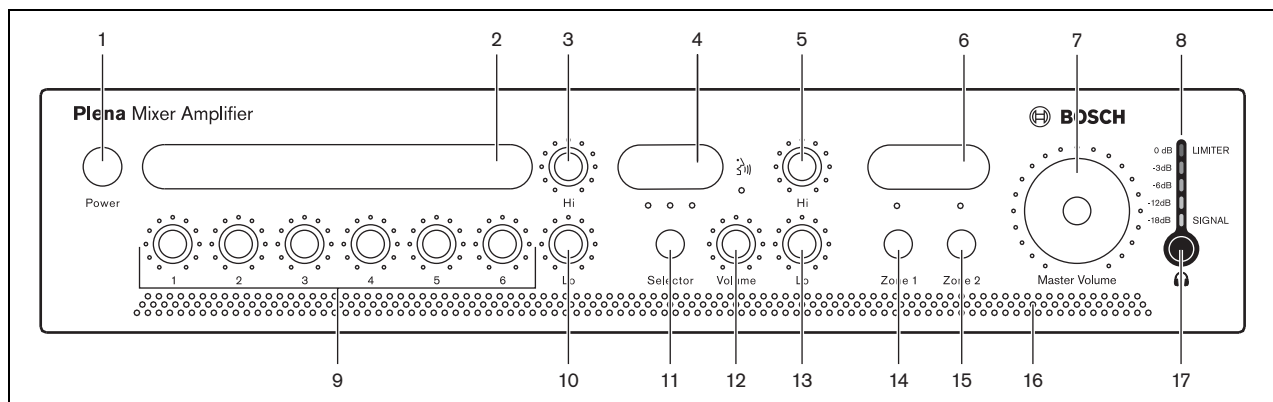

figure 5.2: Panneau avant
- 2 Assurez-vous que l'interrupteur power (1) à l'avant de l'unité est activé - enfoncé (voir figure 5.2).
Réglez l'interrupteur power (1) à l'avant de l'unité sur désactivé - sorti (voir figure 5.2).
Les utilisateurs peuvent créer des étiquettes personnalisées pour : microphone/line inputs, description of the music sources, and audio output zones 1 and 2. These labels can be attached to the mixer amplifier at position numbers 2, 4, and 6 (see figure 5.2). Des broches colorées peuvent également être insérées sur diverses positions autour des indicateurs afin d'indiquer les réglages favoris pour une application particulière.
Utilisez les commandes de tonalité Hi (haute) et Lo (Basse) (voir figure 5.2, numéros 3 et 10) pour changer la tonalité de toutes les entrées microphone/ligne 1 à 6.
Utilisez les commandes de tonalité Hi (haute) et Lo (Basse) (voir figure 5.2, numéros 5 et 13) pour changer la tonalité de la source musicale sélectionnée.